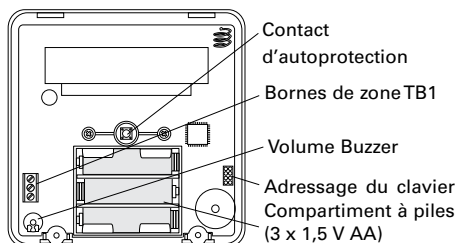

Figure 6. Circuit imprimé du clavier
Il est possible d'utiliser TB1 (Figure 6) pour connecter les zones directement au clavier. Utiliser uniquement le câblage ZFS 4k7/2k2 comme illustré à la Figure 7 (pas d'autre câblage possible).
Connecter le cavalier sur les picots d'adressage (Figure 6). Chaque clavier qui communique avec la même station de base doit avoir une adresse distincte.
1. Mettre trois piles AA dans le clavier (Figure 6), s'assurer qu'elles sont mises dans le bon sens. Veiller à ne pas remettre la face avant tout de suite.